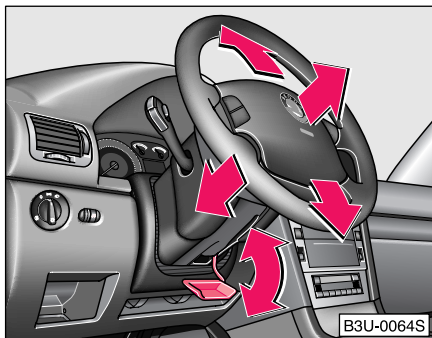

Fig. 105 Volan reglabil: Maneta de sub coloana volanului
- Apăsați în jos maneta de sub coloana volanului ⇒ Fig. 105 ⇒ ⚠.